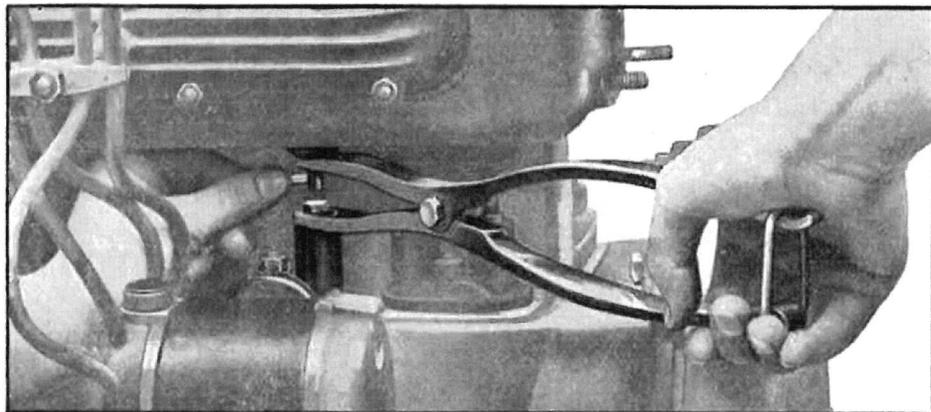

Fig. 11. — Remplacement d'un ressort de soupape.
- 3—Enlever la clavette, la cuvette et le ressort à remplacer (fig. 11).